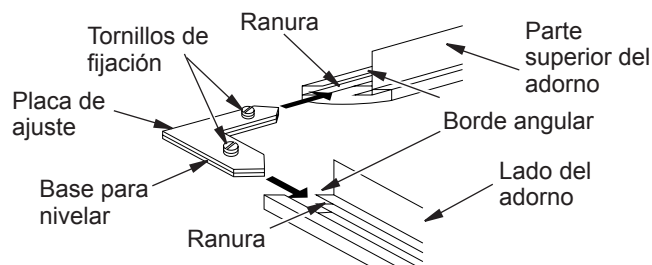

Figura 6 - Armado del adorno
3. Alinee la base para nivelar debajo de la placa de ajuste como se muestra en la figura 6.
4. Deslice un extremo de la placa de ajuste y base para nivelar en la ranura del borde angular de la parte superior del adorno de la chimenea (consulte la figura 6).
5. Deslice el otro extremo de la placa de ajuste y base para nivelar en la ranura del borde angular del adorno de la chimenea (consulte la figura 6).